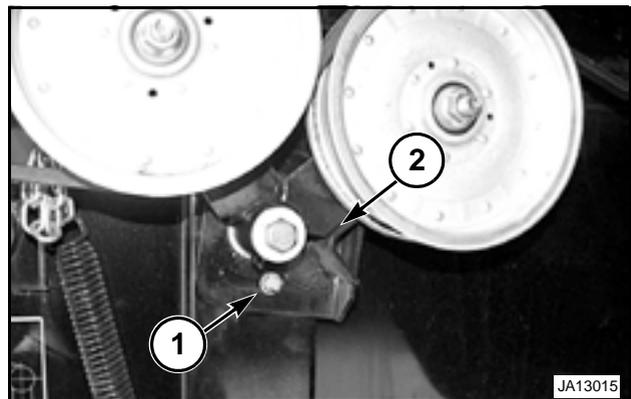

FIG. 131
FIG. 131: después de instalar la correa de mando del espaciador de paja en la posición deseada, ajustar el tope (1) de la polea de modo que haya un espacio de 0,0 2,5 mm (0,00-0,10 pul.) entre el soporte del freno y el de la polea.